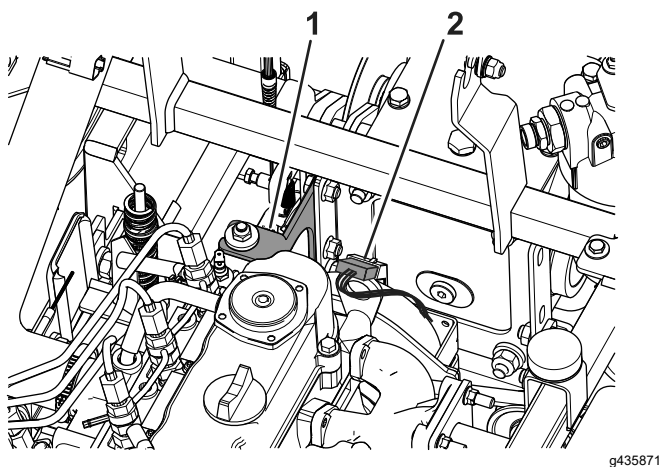

Figura 79
5. Desconecte el conector del cable del embrague (Figura 79).
6. Retire los 3 pernos y las 3 tuercas que fijan el soporte del embrague al bastidor y al embrague (Figura 79).